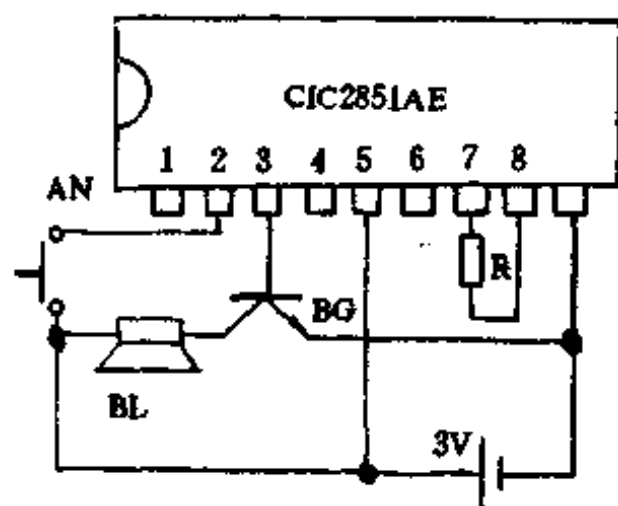

图 1-114
在印刷电路板上,图 1-114 为 CIC2851AE 音乐集成电路图。①~⑧即为集成电路管脚,R1 为  $100\text{k}\Omega$ ,BG 采用 NPN 型硅管,为 3DG6,BL 为  $8\Omega$  喇叭。
顺便讲一句,CIC2874E(华尔兹舞曲一段,播音 30s)接线与图 1-114 相同。